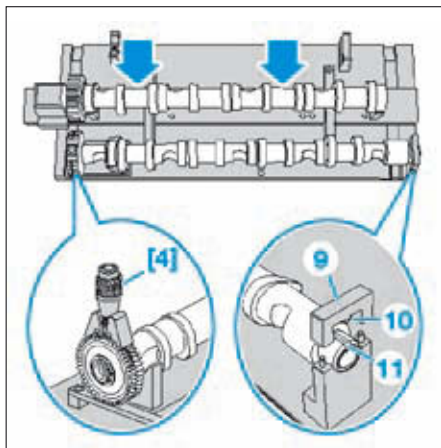

FIG. 74
- [4]. Outil de blocage du pignon d'arbre à cames d'échappement (réf Audi : T40096/1) (Fig.74).
- Placer l'arbre à cames d'échappement sur l'outil [3] (Fig.74).
- Bloquer l'arbre à cames d'échappement avec la bride (9) dont l'ergot (10) doit venir s'encaster dans la rainure (11).